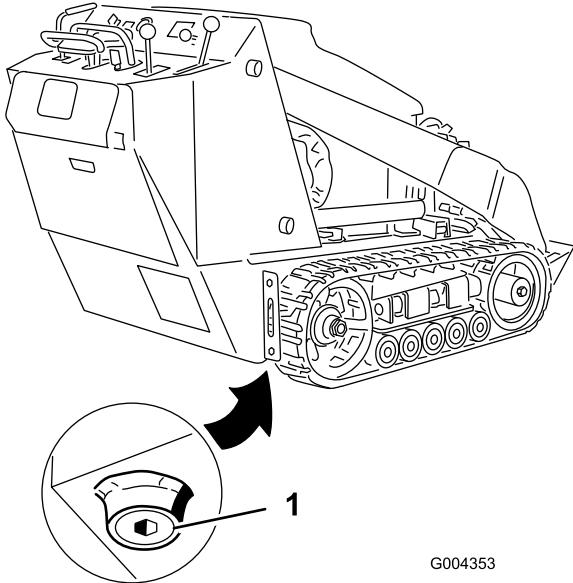

Bild 35
- Nehmen Sie die Ablassschraube ab (Bild 35).